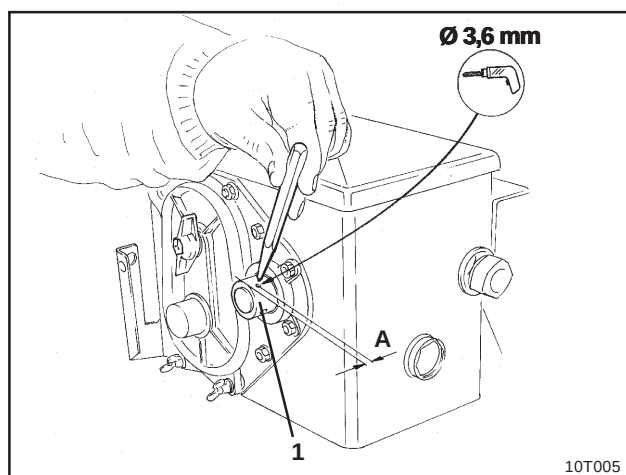

Fig. 6.3
- skal der bores et hul med det medleverede bor (Ø 3,6 mm) i gearkassen hulaksel (fig. 6.3/1).
Afstanden A (se fig. 6.3) fra kanten af hulakselen til midt på det hul der skal bores **skal være 5 mm**.